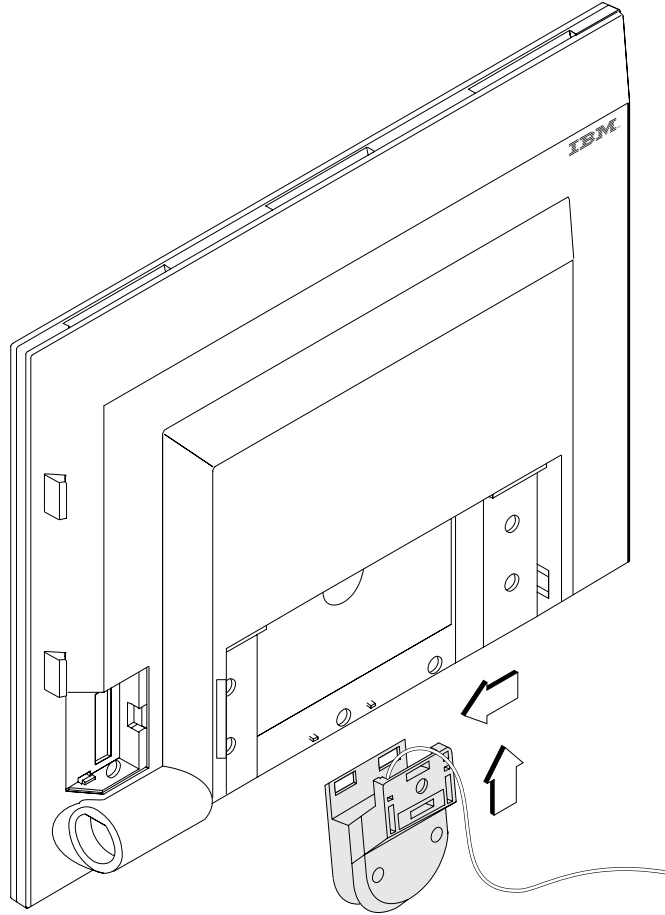

図 13. オプションのポインティング・デバイス付きの 4820 SurePoint ソリューション
注: 13ページの図13 に示すように、4820 とポインティング・デバイスの位置合わせを行うことを想定して、次のステップに従ってください。
2. 4820 SurePoint ソリューションの中央の右寄りにポインティング・デバイスの位置合わせをします (13ページの図13 を参照してください)。